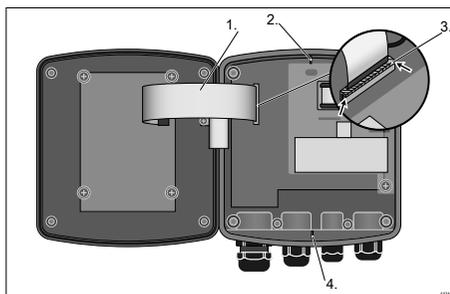

Fig. 42: Détacher le câble plat
La fiche du câble plat est brasée de manière fixe sur la platine. Elle ne peut pas être démontée. Pour détacher le câble plat, le dispositif de verrouillage (3) de la fiche doit être débloqué, voir Voir la Fig. 42